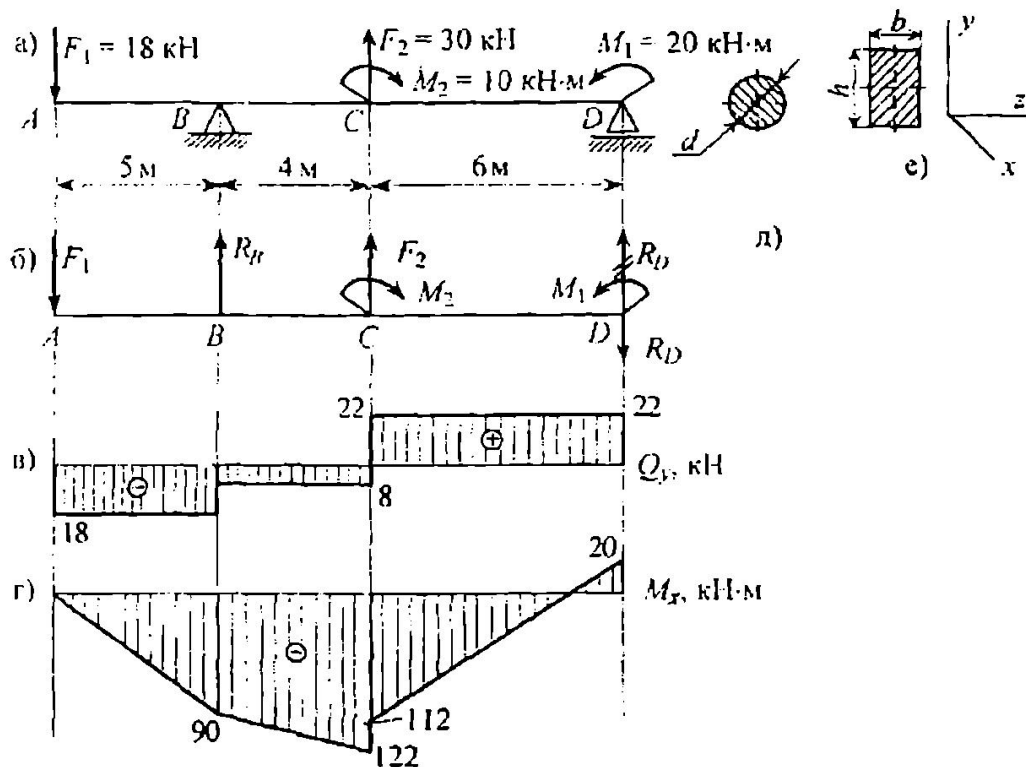

Рисунок 3.
Пример 3. Для заданной двухопорной балки (рисунок 3) определить реакции опор, построить эпюры поперечных сил, изгибающих моментов и определить размеры поперечного сечения (h, b, d) в форме прямоугольника или круга, приняв для прямоугольника $h/b = 1,5$. Считать $[\sigma] = 160$ МПа.
2. Делим балку на участки по характерным сечениям A, B, C, D (рисунок 3).
3. Определяем в характерных сечениях значения поперечной силы Q_y и строим эпюру слева направо (рисунок 3в).
4. Вычисляем в характерных сечениях значения изгибающего момента M_x и строим эпюру (рисунок 3).